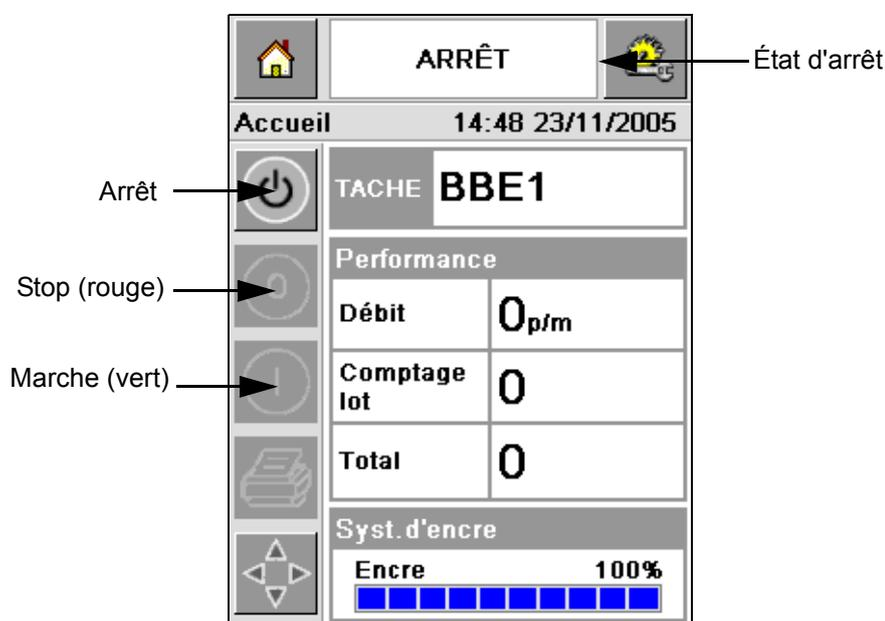

Figure 4-3 : Écran d'accueil
- 3 Une fois les vérifications d'autodiagnostic terminées, l'écran d'accueil de CLARiTY s'affiche (consultez la Figure 4-3 à la page 4-3).
- 5 Pendant l'état ARRÊT les touches *Stop (rouge)* et *Marche (vert)* (Figure 4-3) sont désactivées (en gris).